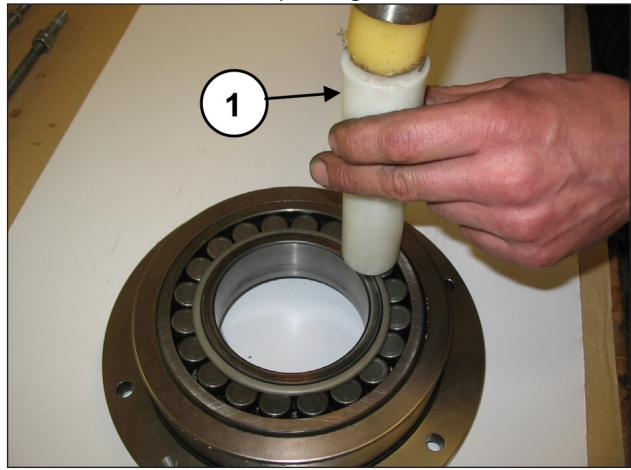

Fig. 25
Désassembler le cache de porte-roulement, du roulement à l'aide d'un outil à inertie (rep. ①, Fig. 25).